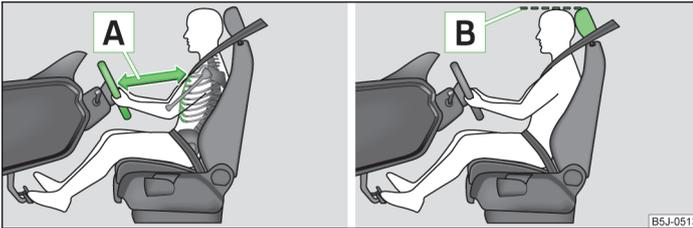

Fig. 109 Distancia correcta del conductor al volante / ajuste correcto del reposacabezas
- Ajustar el volante de tal modo que la distancia entre el volante y el esternón sea, como mínimo, de 25 cm [A] » fig. 109.
- Ajustar el reposacabezas de tal modo que el borde superior del mismo se encuentre dentro de lo posible a la misma altura que la parte superior de su cabeza [B] » fig. 109 de la página 133 » página 133.
- Ajuste el reposacabezas de tal modo que el borde superior del mismo se encuentre, en la medida de lo posible, a la misma altura que la parte superior de la cabeza **B** » fig. 109 de la página 133 » página 133.